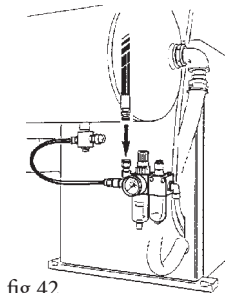

fig.42
- Collegare il tubo dell'aria di linea sul raccordo del gruppo filtro (ved. fig.42).
- Connect the air line hose to the connector on the filter unit (see fig.42).
- Accoupler le tuyau de l'air de ligne sur le raccord du groupe filtre (voir fig.42).
- den Schlauch für die Leitungsluft mit dem Anschluß der Filtergruppe verbinden (siehe Abb. 42).
- Conecte el tubo del aire de línea con la unión de la unidad filtro (vea fig.42).